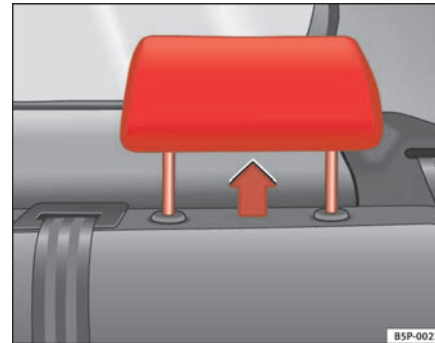

Abb. 5 Kopfstütze in Gebrauchsstellung
- Drei **Gebrauchsstellungen** ⇒ **Abb. 5**. In diesen Positionen verhält sich die Kopfstütze wie eine konventionelle Kopfstütze, und schützt die hinteren Insassen in Verbindung mit dem Sicherheitsgurt.